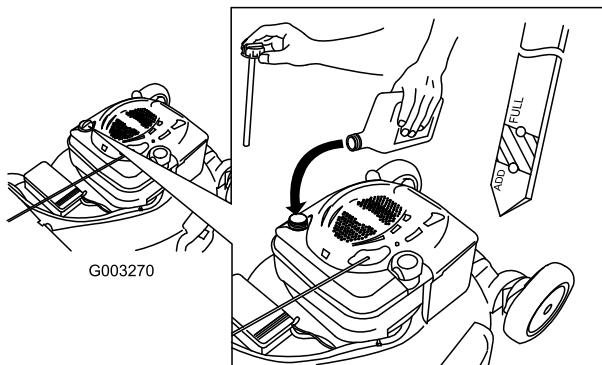

Figure 15
- Retirez la jauge, essuyez-la sur un chiffon et remettez-la dans le goulot de remplissage (Figure 15).
- Sortez de nouveau la jauge et contrôlez le niveau d'huile (Figure 15). Si le niveau n'atteint pas le repère minimum (Add) de la jauge, versez lentement suffisamment d'huile dans le goulot de remplissage pour faire monter le niveau au repère maximum (Full). **Ne remplissez pas excessivement.** (Remplissage max. : 0,59 l, type : huile détergente SAE 30W de classe de service API SF, SG, SH, SJ, SL ou supérieure.)